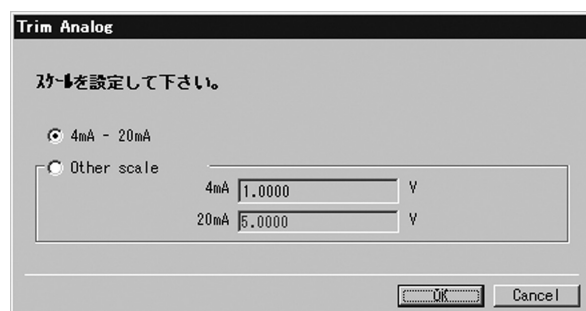
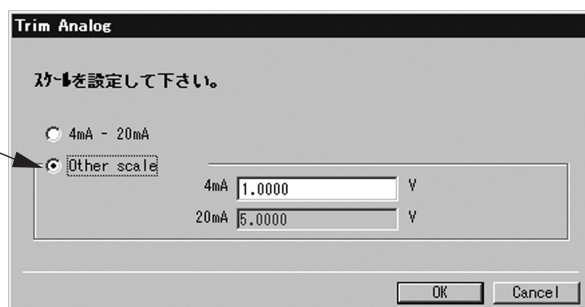

図74
図77
- ③ 図74のようなメッセージボックスが現れますので、アナログの調整を4～20mAのスケールで行うか、その他のスケール(Other scale)で行うかを選択し、「OK」ボタンをクリックしてください。
- ④ 図74のメッセージボックスにて「4mA～20mA」を選択し「OK」ボタンをクリックした場合、図75のようなメッセージボックスが現れますので、4mA、20mAのどちらの調整を行うかを選択します。ここでは4mAの調整を行い、続いて20mAの調整を行う順番で説明します。
- ⑦ 調整を途中で止める場合は「Cancel」ボタンをクリックし、以後のメッセージに従ってください。
- ⑧ 図74のメッセージボックスにて「Other scale」を選択した場合、図77のようにその他のスケールの入力が可能となります。上段(4mA側)に4mAの出力に相当するアナログ値(ここでは1V)を入力すると、それに対応した値が自動的に下段(20mA側)に入力されます。